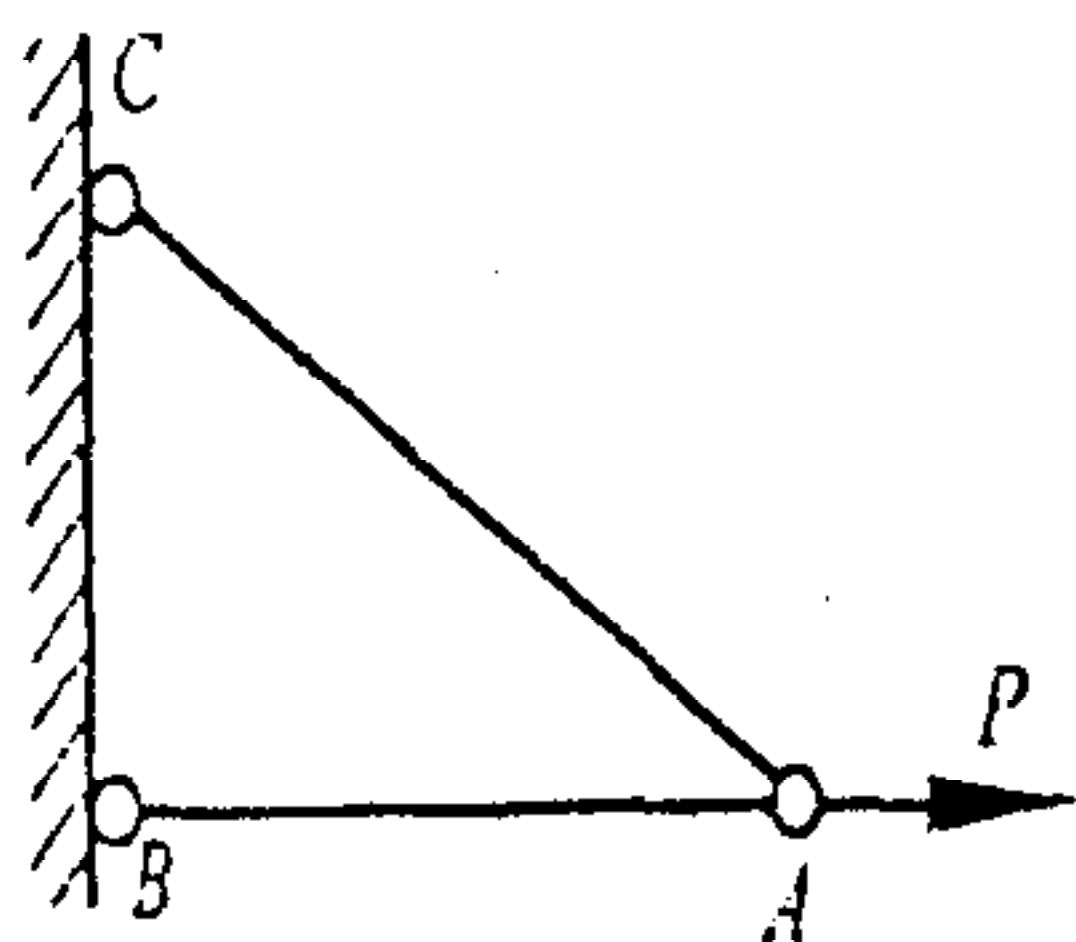

图 1
3. 在图 1 所示结构的  $A$  点, 作用有水平荷载  $P$ 。试用几何的方法定性地确定出变形后  $A$  点的位置。